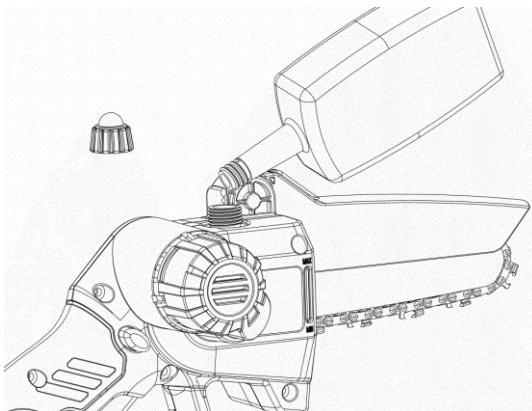

Fig. 4a
- Retirez le bouchon du réservoir d'huile (2) et remplissez d'huile de graissage de chaîne jusqu'au niveau maximum avant que l'outil ne soit opérationnel. Voir Fig. 4a.